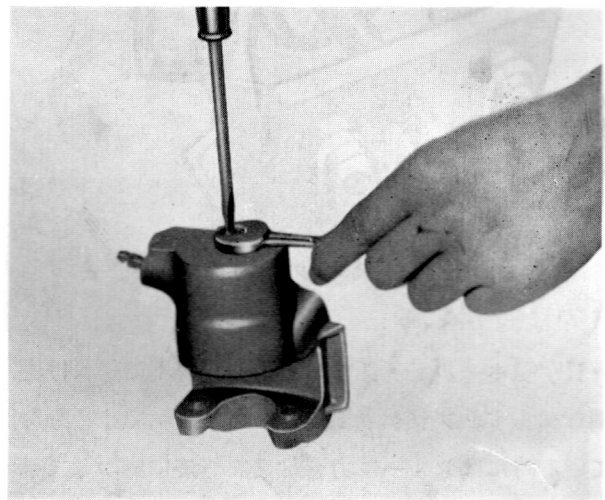

図 7.7=ピストンの抜取り
- 7・図7.7のようにスピンドル端部をドライバで支えながら、スパナでナットを取外します。